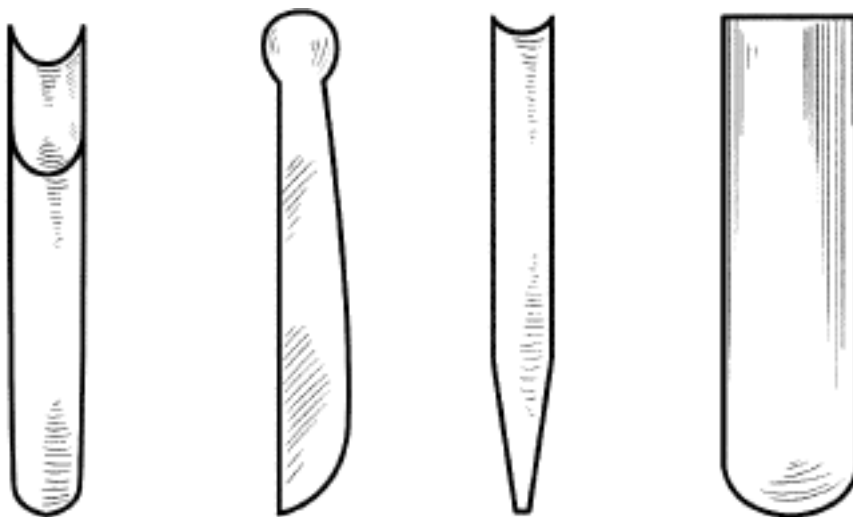
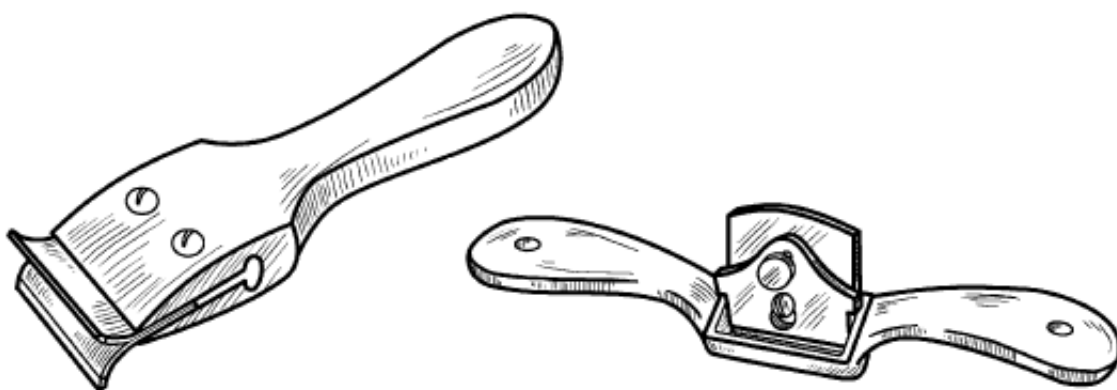

Рис. 23. Скребки разного профиля
Рис. 24. Цикли
12. Скребки (рис. 23) и цикли (рис. 24). Инструмент различается своим профилем, благодаря которому можно выбрать галтели, штапики, снять ворс с поверхности, имеющей кривизну.